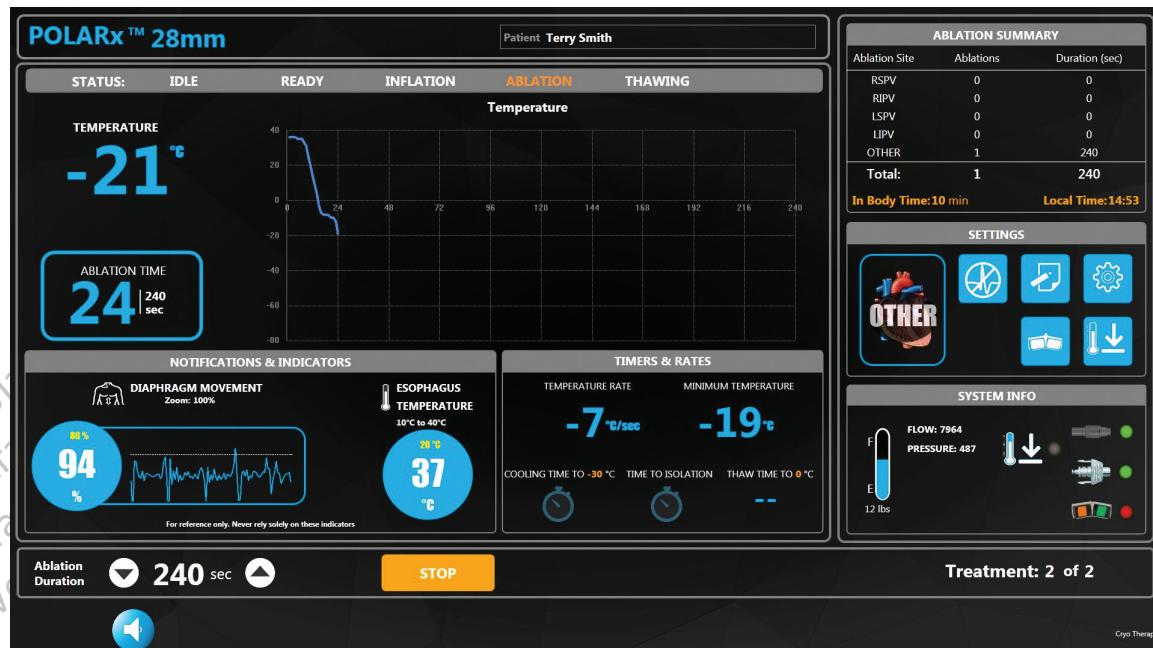

Figura 12. Pantalla **Therapy** (Terapia) en estado de ablación
4. Cuando el sistema esté en estado **ABLATION** (Ablación), se visualizaran los siguientes indicadores en la pantalla **Therapy** (Terapia) (Figura 12):